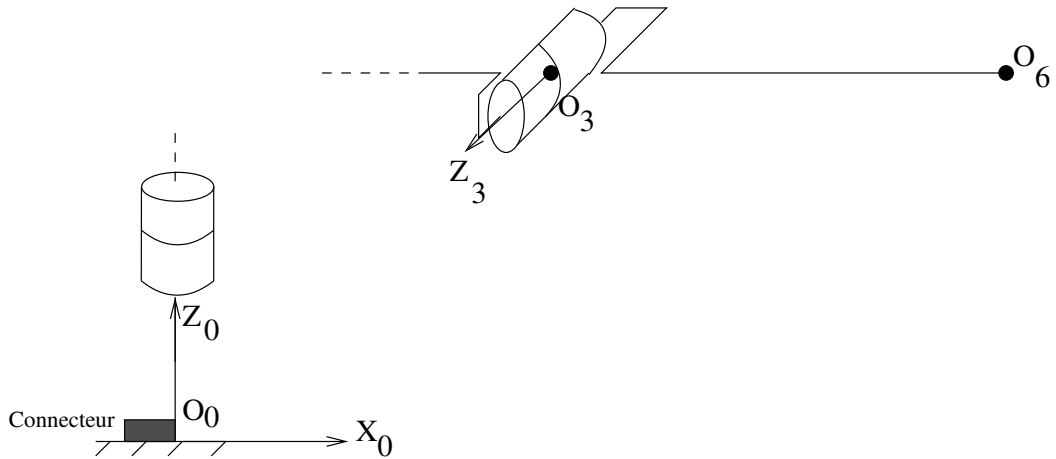

FIGURE 2 – RX 160 réduit
Sachant que l'origine du repère R_0 (O_0) et du repère R_3 (O_3) et que le point outil (noté $O_6 = O_e$) sont imposés (voir figure 2), calculer le MGD de ce robot.
- Placer les repères et déterminer les paramètres de DHM associés (figure 2).